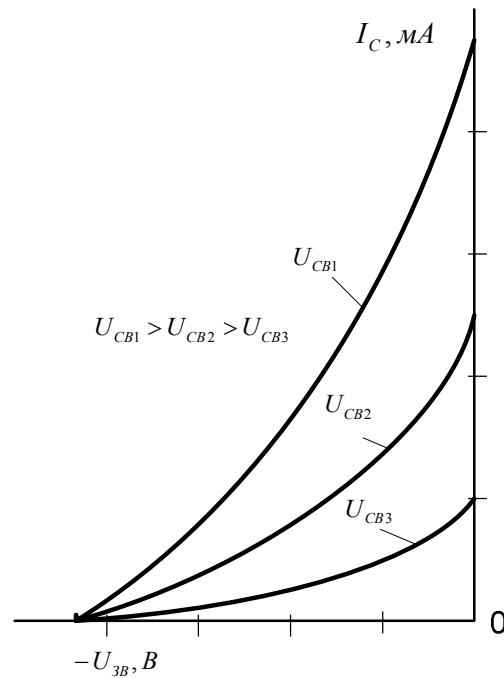

Рис. 4.4. Характеристики прямої передачі.
**Характеристики прямої передачі**, це залежності  $I_C = f(U_{3B})$  при  $U_{CB} = const$  (рис. 4.4).